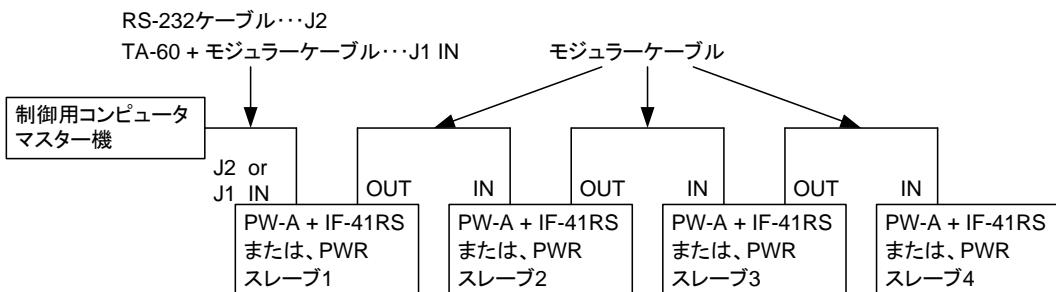

図 8-1. IF-41ES を使ったコンピュータによるコントロール
- ② コンピュータの RS-232C 端子と TA-60(弊社製品 RS-232C／モジュラー変換ケーブル)を使用し J1-IN に接続する。
- コンピュータに接続した電源には図 8-1. のように、全 3 台の PW-A 電源または旧機種 PWR 電源をモジュラーケーブルで接続できます。電源の機種は問いません。